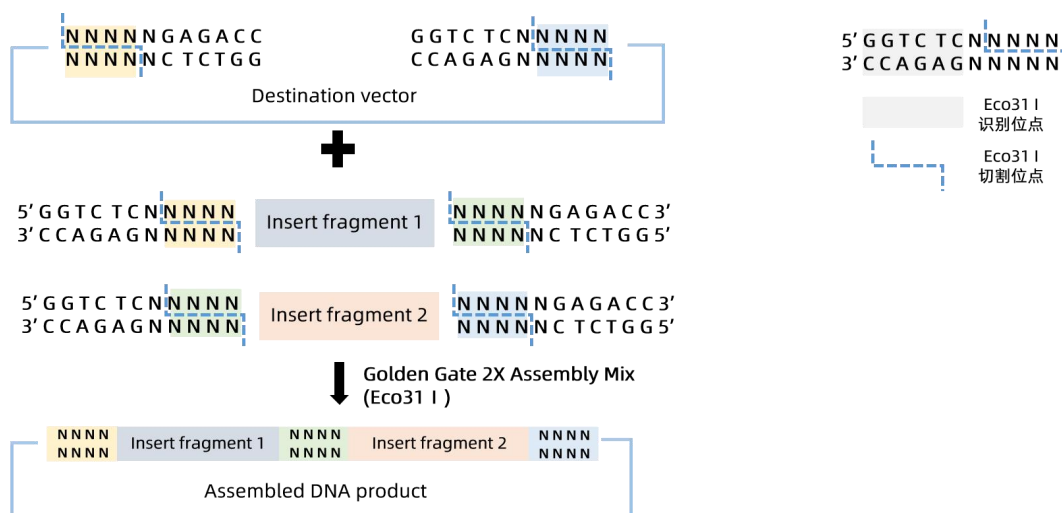

图 1. Golden Gate 2X Assembly Mix (Eco31 I)介导的克隆原理图示
Golden Gate 2X Assembly Mix (Eco31 I)是一种简单、快速且高效的 DNA 无缝克隆试剂。Eco31I, 是 BsaI 的同裂酶, 与 BsaI 的功能相同。使用 IIS 型限制性内切酶 Eco31 I , 可以将插入片段克隆至合适的载体。其技术基本原理如图 1 所示, 在进行 Golden Gate 组装时, 在 dsDNA 片段两端加上 Eco31 I 识别位点 (GGTCTC) 和不同的切割位点序列, 由于 IIS 型限制性内切酶识别非回文序列, 切割位点在识别序列外部, 切割后产生 4 碱基粘性末端指导定向组装, 且识别序列在酶切过程中被除去, 不会残留在连接产物中, 从而酶切反应和连接反应可以同步进行, 实现一步无缝连接。本试剂常用于 CRISPR 相关克隆中约 20 bp 的 sgRNA 编码序列的插入, 也可用于单片段和多片段的组装, 单片段的连接只需连接 15 min, 多片段的连接需要 1-2 h。
1) 当载体中含有 Eco31 I 的识别位点，且仅含有 2 个 Eco31 I 的识别位点，方向为前：5'-GAGACC-3'，后：5'-GGTCTC-3'时（如图 1 中 Destination vector 所示），载体可直接加入组装反应体系中。